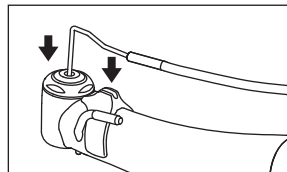

Fig. 8
3) Insérez l'extrémité de l'embout de spray interne dans l'orifice au sommet de la tête de la pièce à main, puis fixez l'embout de spray interne dans la fente sur le porte-embout. (Fig.8)